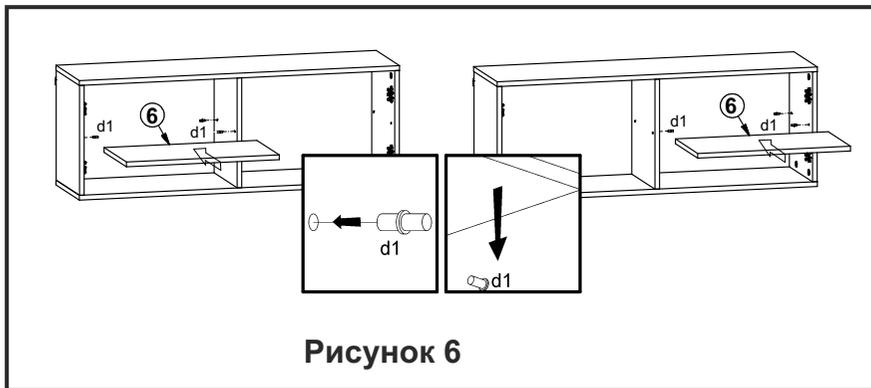

Рисунок 6
17. Установить полку переставную **6** на полкодержатели **d1** (см. рис. 6).
ВНИМАНИЕ! Возможно полку переставную **6** устанавливать в левой или правой нише шкафа настенного (см. рис. 6).